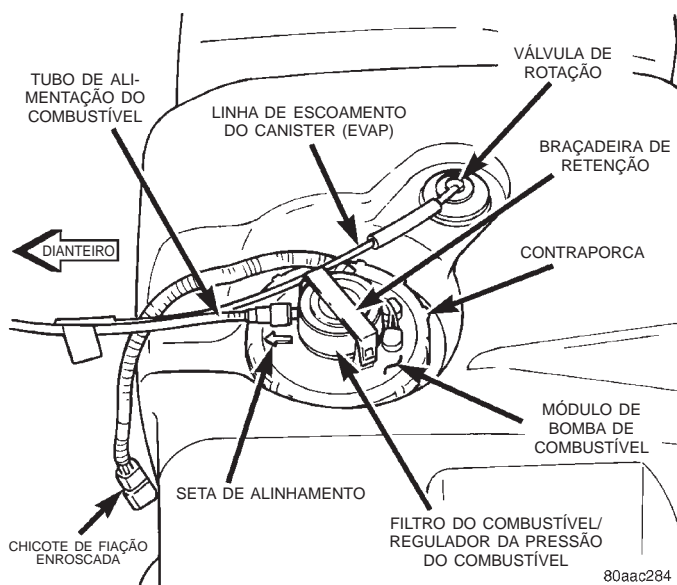
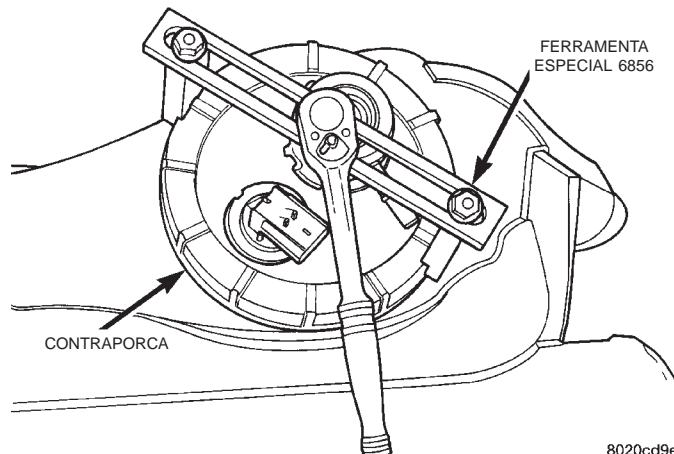

Fig. 25 Vista Superior do Reservatório de Combustível e do Módulo de Bomba de Combustível
Fig. 26 Remoção/Instalação da Contraporca—Típica
(1) Drene o reservatório de combustível e retire-o. Consulte a seção “Remoção/Instalação do Reservatório de Combustível”, neste grupo.
(2) Lave e limpe toda a área ao redor do módulo de bomba para impedir que contaminadores entrem no reservatório.
(3) Desconecte a linha de combustível ao filtro/regulador. Consulte “Encaixes de Conexão Rápida”, neste grupo, para obter informações sobre os procedimentos.
(4) A contraporca de plástico do módulo de bomba de combustível é rosqueada no reservatório de combustível (Fig. 25). Instale a Ferramenta Especial 6856 na contraporca do módulo de bomba de combustível e retire a contraporca (Fig. 26). O módulo de bomba de combustível irá se levantar quando a contraporca for retirada.
(5) Retire o módulo do reservatório de combustível.
(1) Utilizando uma gaxeta nova, coloque o módulo de bomba de combustível na abertura do reservatório de combustível.
(2) Coloque a contraporca sobre a parte superior do módulo de bomba de combustível.
(3) Gire o módulo até que a seta emoldurada (Fig. 25) esteja apontando em direção à parte dianteira do veículo (posição de “meio-dia” do relógio). Esta etapa deve ser executada para impedir que o conjunto da bóia/vareta da bóia entre em contato com as laterais do reservatório de combustível.
(4) Instale a Ferramenta Especial 6856 na contraporca.
(5) Aperte a contraporca, aplicando um torque de 62 N·m (45 pés-lb.).
(6) Gire o filtro do combustível/regulador de pressão do combustível até que o encaixe esteja apontando em direção à parte dianteira do veículo (posição de “meio-dia” do relógio).
(7) Conecte a linha de combustível ao filtro/regulador. Consulte “Encaixes de Conexão Rápida”, neste grupo, para obter informações sobre os procedimentos.
(8) Instale o reservatório de combustível. Consulte “Instalação do Reservatório de Combustível”, nesta seção.